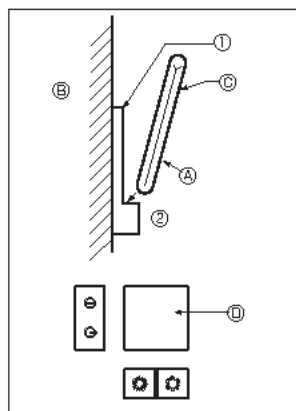
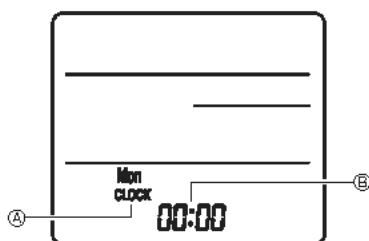

Fig. 7-7
Fig. 7-8
2) Installationsmetod (Fig. 7-7)
- ① Montera fjärrkontrollens hållare på önskad plats med två självgående skruvar.
- ② Placera fjärrkontrollens nedre del i hållaren.
③ Fjärrkontroll ④ Vägg ⑤ Display ⑥ Mottagare
3) Inställning (inställning av klockan) (Fig. 7-8)
- ① Sätt i batterier eller tryck på knappen **CLOCK** med ett spetsigt föremål. [CLOCK] ② och [] ③ blinkar.
- ② Tryck på knappen **RESET** ④ med ett spetsigt föremål.
- ③ Tryck på knappen **▲** ⑤ för att ställa in klockan.